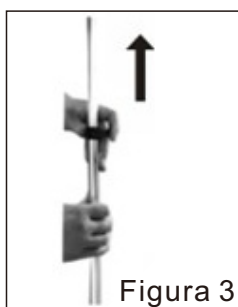
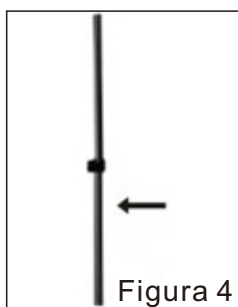

Figura 3
Figura 4
- ② Gire el botón fijo de varilla flexible de aluminio en sentido horario según la figura (1).
- ③ Instale abajo la boquilla de vapor, la gancha de ropa y la percha en sentido de la figura (2).
- ④ Abra el segundo botón de bloqueo, (véase en la figura 3), tire arriba la varilla de aluminio, se puede tirar tres segmentos de varilla, ajústelos en la posición adecuada, apriete el botón (véase en la figura 4).
- ⑤ Inserte la manguera de vapor en la boca de emisión de vapor de la máquina principal según la figura (4) y gire y apriete el botón fijo de manguera de vapor en sentido horario.